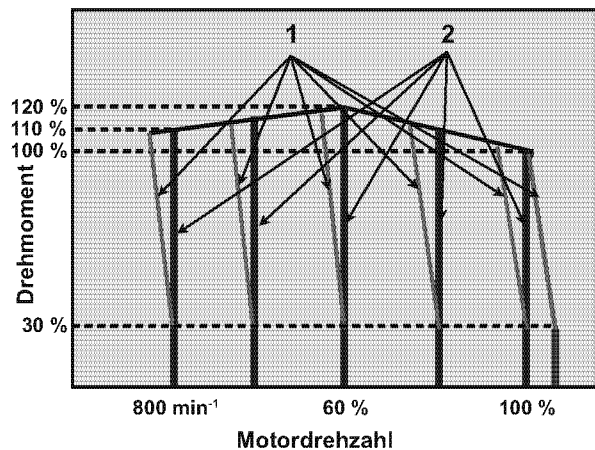

Abbildung 11
Abbildung 11 zeigt typische Drehzahlkurven, die den Zusammenhang von Motordrehzahl und Last veranschaulichen.
Die Allzweckmotoren der Baureihe VM sind so konstruiert, dass die Drehzahl zwischen 30 % Last und voller Nennlast um einen gewissen Prozentsatz abgesenkt wird. Siehe Kurven (1) in **Abbildung 11** unten. Die prozentuale Absenkung wird bei jeder Nulllastdrehzahl beibehalten.
Die Motoren der Baureihe CL sind isochron ausgelegt, die Drehzahl wird von der Nulllast bis zur vollen Nennlast konstant gehalten. Siehe Kurven (2) in **Abbildung 11** unten.